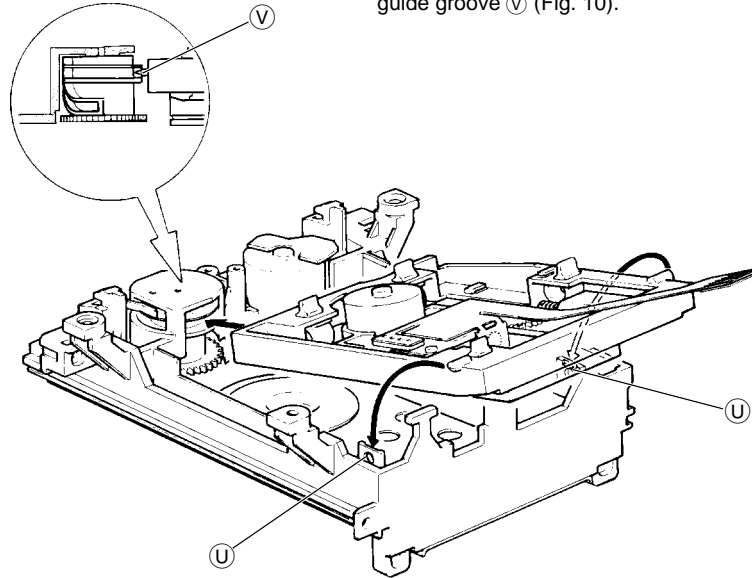

Fig. 10
- CD-Laufwerk ausrasten  $\text{U}$  (Fig. 10) und herausnehmen.
- Beim Einbau darauf achten, daß der Führungsstift in die Führungsrille eingreift  $\text{V}$  (Fig. 10).
- Disengage the CD mechanism  $\text{U}$  (Fig. 10) and remove it.
- When reassembling take care that the guide shaft engages with the guide groove  $\text{V}$  (Fig. 10).